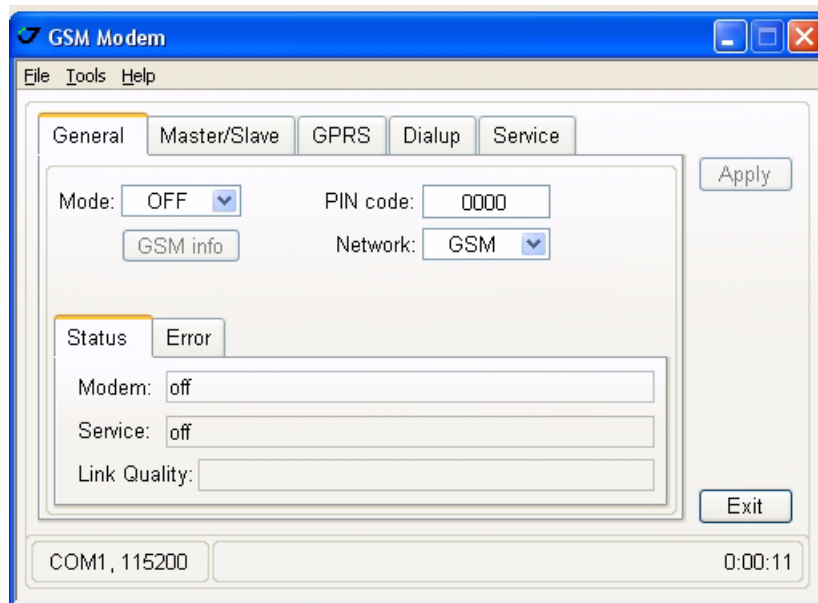

Рисунок 3-4. Закладка General
1. В закладке *General* настройте следующие параметры (Табл. 2) и нажмите *Apply* (Рисунок 3-4 на стр. 40).
- В закладке *Master/Slave* настройте следующие параметры (Табл. 3) и нажмите *Apply* (Рисунок 3-4 на стр. 40).